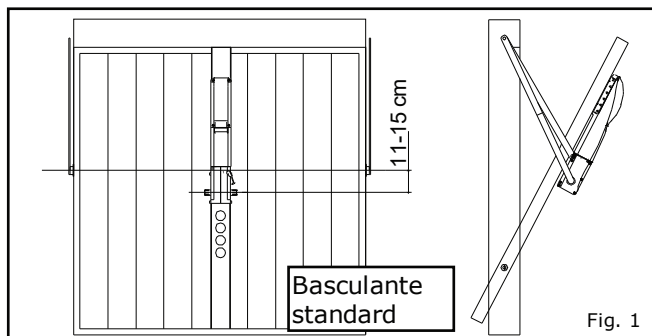

Fig. 1
- b) Misurare la misura H della porta, facendo riferimento al tipo di basculante (Fig. 1 - 2 - 3 a lato)